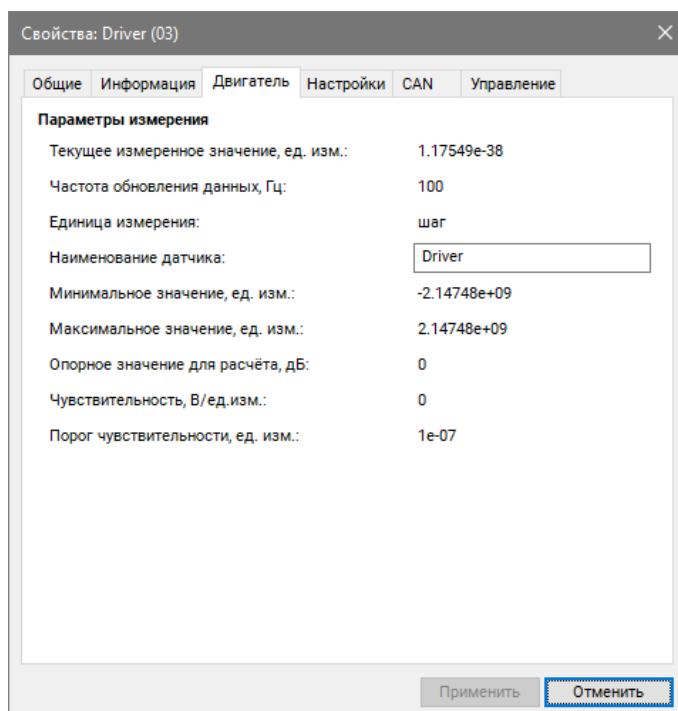

Рис. 2.10 Вкладка «Двигатель»
- во вкладке «Двигатель» в поле «Наименование датчика» следует установить значение «Driver» (Рис. 2.10).